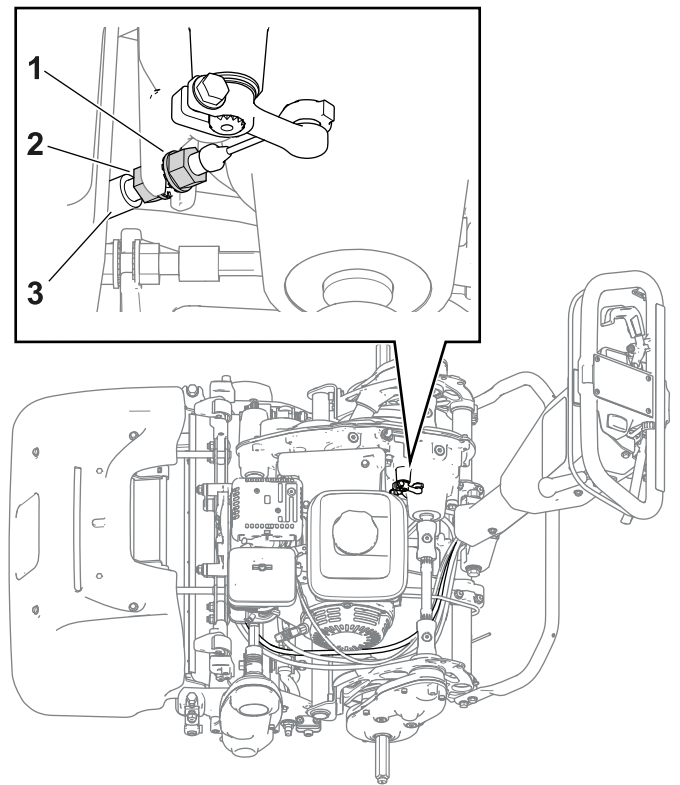

Bild 33
- Lösen Sie die vordere Kabelklemmmutter und ziehen Sie die hintere Klemmmutter an, um die Spannung des Bremszugs zu erhöhen (Bild 33). Schritt 2 wiederholen und ggf. die Spannung anpassen.
- Lösen Sie die hintere Kabelklemmmutter und ziehen Sie die vordere Klemmmutter an, um die Spannung des Bremszugs zu verringern (Bild 33). Schritt 2 wiederholen und ggf. die Spannung anpassen.